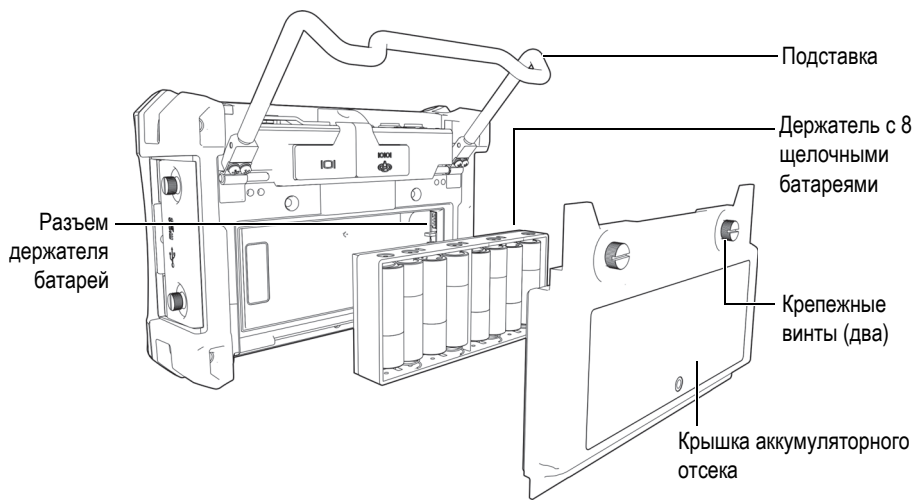

Рис. 2-11 Держатель щелочных батарей
1. Разверните подставку прибора (см. Рис. 2-11 на стр. 45).